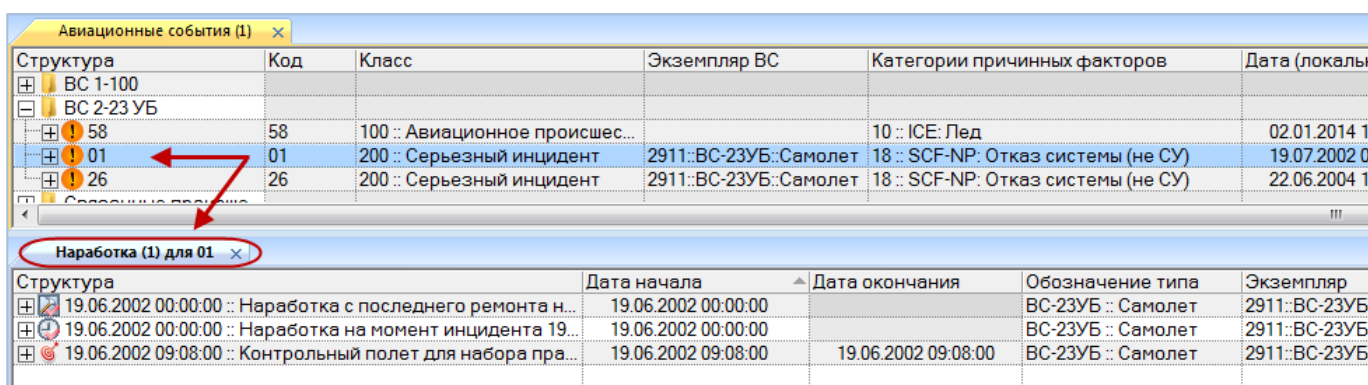

Рис. 13-436 – Окно связанных объектов «Наработка» для авиационного события
3) В результате будет открыто окно связанных объектов «Наработка» для выбранного события (рис. 13-436).